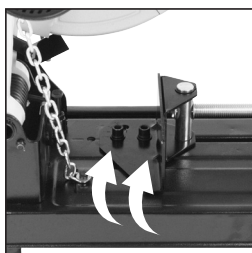

FIG. 7
- Desserrez les deux (2) vis à tête creuse M10 (**Fig. 7**)